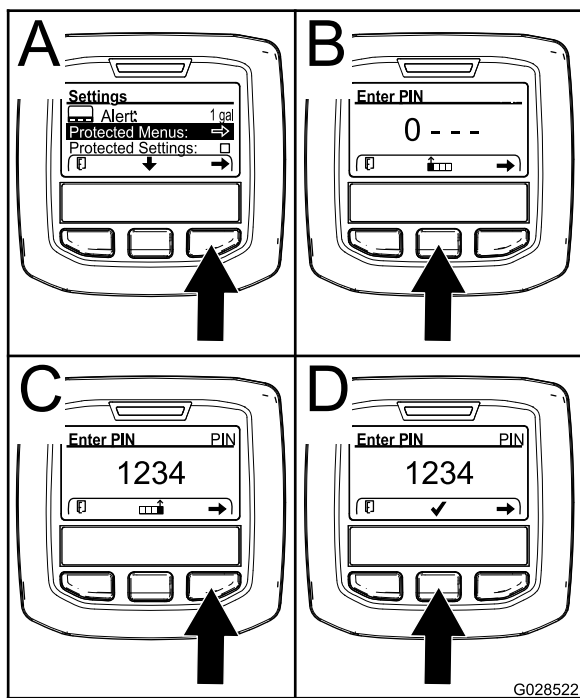

Bild 61
3. Drücken Sie die rechte Auswahl Taste, um „Geschützte Menüs“ auszuwählen (A in Bild 61).
- Drücken Sie die mittlere Auswahl Taste (B in Bild 61), um den numerischen Wert zu erhöhen (0 bis 9).
- Drücken Sie die rechte Auswahl Taste (C in Bild 61), um den Cursor auf die nächste numerische Stelle nach rechts zu verschieben.
- Hinweis:** Das Häkchen-Symbol wird über der mittleren Auswahl Taste angezeigt (D in Bild 61).
6. Drücken Sie die mittlere Auswahl Taste (D in Bild 61), um das Kennwort einzugeben.